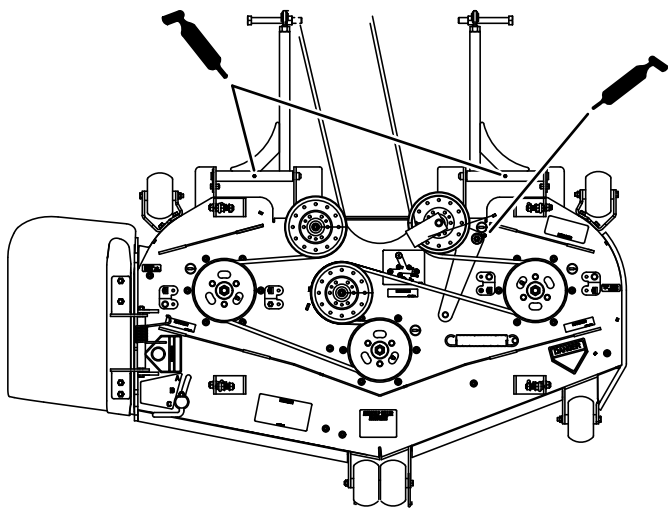

Bild 53
6. Schmieren Sie den Spannarm des Mähwerks (Bild 53).
7. Fetten Sie die Nippel an den Schubarmen ein (Bild 53 oder Bild 54).